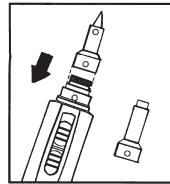

Fig. 4
2. Skruva fast huvudet för lödning med lämplig lödspets eller spetsen för hetluft på brännarhuvudet. Se fig. 4.